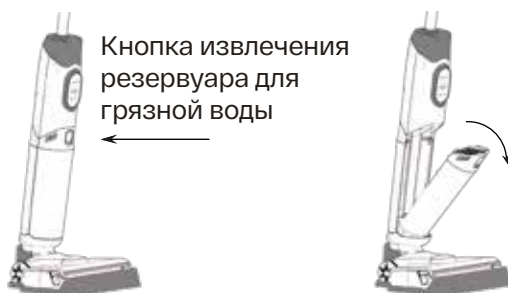
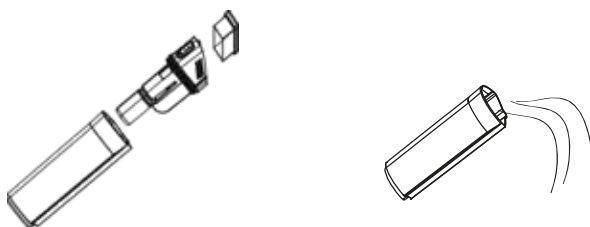

Рис. 17
Рис. 18
4. Установите резервуар обратно, выполнив действия в обратном порядке. (см. рис. 17 и рис. 18).